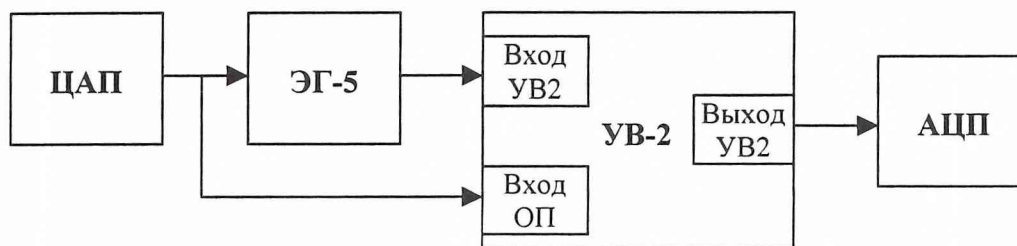

Рис. 2
- 1) Собрать схему в соответствии с рис. 2. В качестве эквивалента гидрофона использовать эквивалент гидрофона ЭГ-5 (15 нФ)